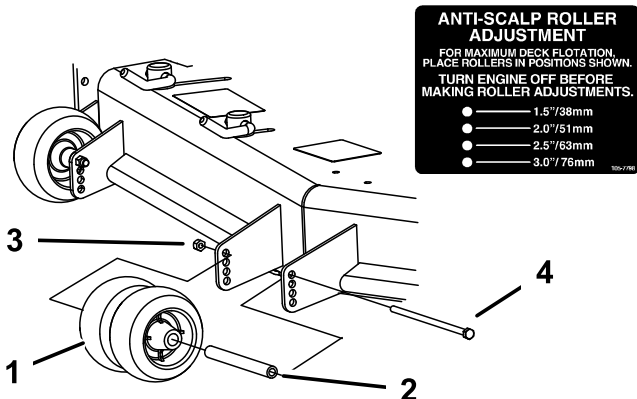
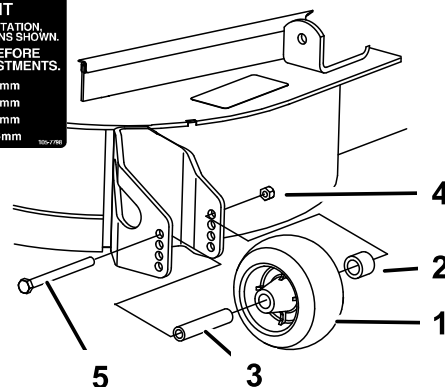

Figura 31
Figura 32
3. Regolate i rulli antistrappo come illustrato in Figura 30, Figura 31 e Figura 32.